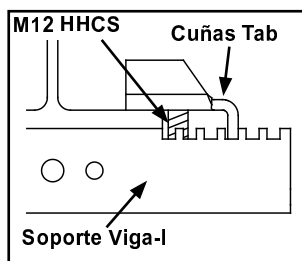

Figura 3-24A
- Paso 5. Deslice cuñas hacia el alma de la Viga hasta que dos (2) M12 x 100 mm HHCS toquen los lados del Patín. Vea Figura 3-24A.